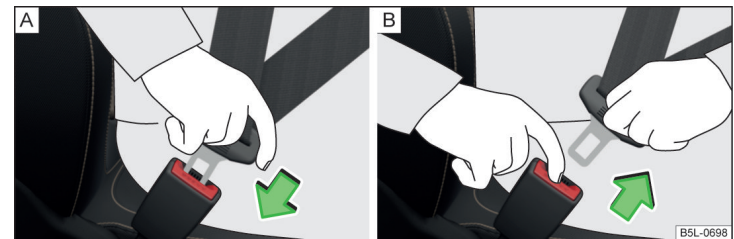

Abb. 6 Sicherheitsgurt anlegen / ablegen
- › Die Schlosszunge in das zum Sitz gehörende Gurtschloss » Abb. 6 - [A] stecken, bis diese hörbar einrastet.
- › Die Schlosszunge fassen und die rote Taste im Gurtschloss drücken » Abb. 6 - [B], die Schlosszunge springt heraus.